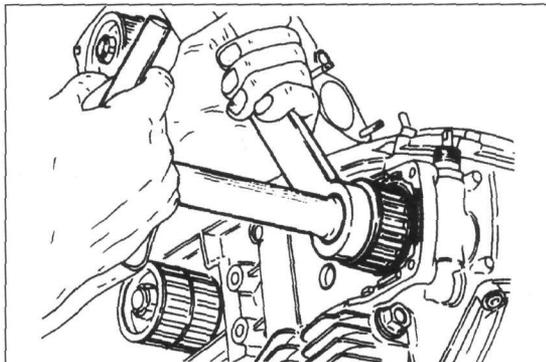

Bild 136
• Treibrad mit Ducati-Werkzeug 88700.5644 gegenhalten und Befestigungsmutter mit DUCATI-Werkzeug 88713.0139 ausdrehen (Bild 136). Mutter ist selbstsichernd und zum einmaligen Gebrauch bestimmt - bei Montage durch Neuteil ersetzen!